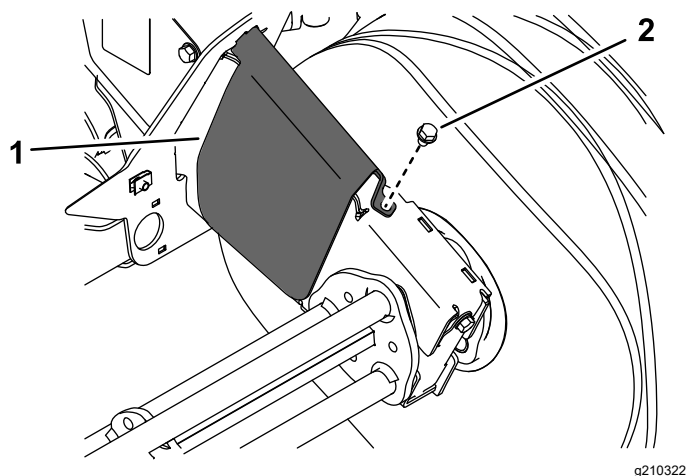

Figura 25
Cambie las cerdas cuando estén desgastadas hasta un diámetro de 33 cm (13") desde el diámetro original de 51 cm (20"). Compruebe el estado de la placa de desgaste cuando reemplace las cerdas (consulte Figura 25); si la placa de desgaste está desgastada, reemplácela.
- Si reemplazará la placa de desgaste, retire el perno y la placa de desgaste y use el perno para instalar la placa de desgaste nueva (Figura 25).